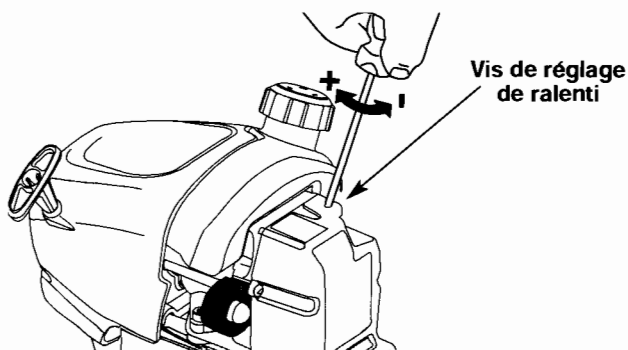

Fig. 31
Le régime ralenti du moteur est réglable par le couvercle du filtre à air/silencieux (Fig. 31).
2. Relâchez le levier d'accélérateur et laissez le moteur au ralenti. Si le moteur s'arrête, insérez un petit tournevis à embout cruciforme ou à tête plate dans le trou du couvercle du filtre à air/silencieux (Fig. 31). **Vissez** la vis de 1/8 de tour à la fois (selon le besoin), jusqu'à ce que le moteur tourne au ralenti.